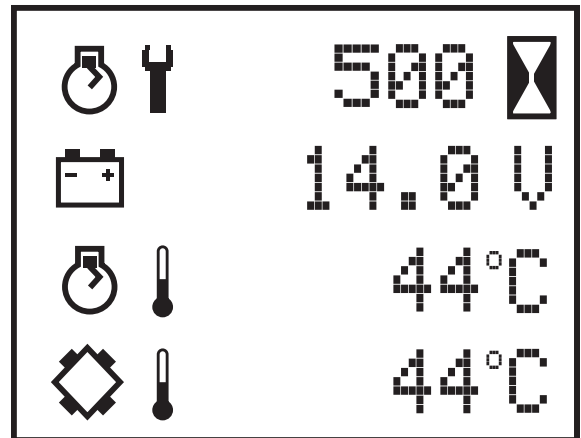

Fig. 3.
- (2) Panel de indicadores luminosos y de luces de servicio *fig. 3*.